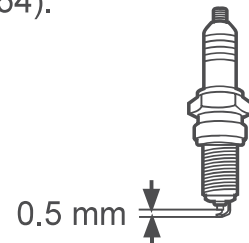

Fig. 54
- Compruebe la separación de la bujía. Debe ser de 0,5 mm (Fig. 54).
- Al sustituir la bujía (7a), primero apriétela a mano y, a continuación, apriétela ligeramente con la multiherramienta (31).
- Vuelva a colocar el conector de la bujía (7); asegúrese de que la almohadilla de caucho situada alrededor del conector de la bujía está en la posición correcta.